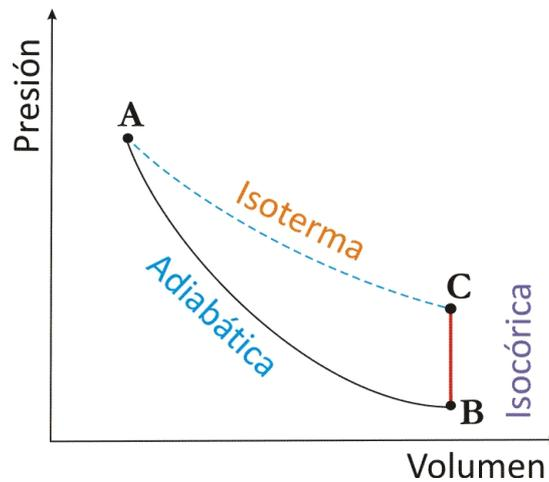

Figura 2: Ciclo térmico.
Finalmente. se deja evolucionar el sistema, intercambiando calor con el ambiente, a volumen constante hasta que se vuelva alcanzar la temperatura ambiente. Se llega entonces al estado  $C$ , siguiendo el camino de la línea roja en la figura 2. Como las variables de estado  $P$ ,  $V$ ,  $T$  no dependen del camino recorrido, se puede llegar de  $A$  hasta  $C$  directamente a través de un camino isotérmico (ya que las temperaturas en  $A$  y en  $C$  son iguales), por lo que vale la relación
Medir presión y volumen en función del tiempo para poder construir el diagrama del proceso térmico de la figura 2 (proceso adiabático - proceso isocórico - proceso isotérmico).
4. A partir de las mediciones del ítem 3. efectúe el diagrama del proceso térmico, análogo a la figura 2. Discuta sus resultados.